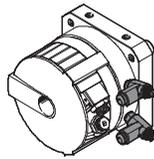

Fig. 20
- Använd strypbackventiler GRLA för att ställa in vridhastigheten. De skruvas in direkt i tryckluftsanslutningarna (Fig. 20).